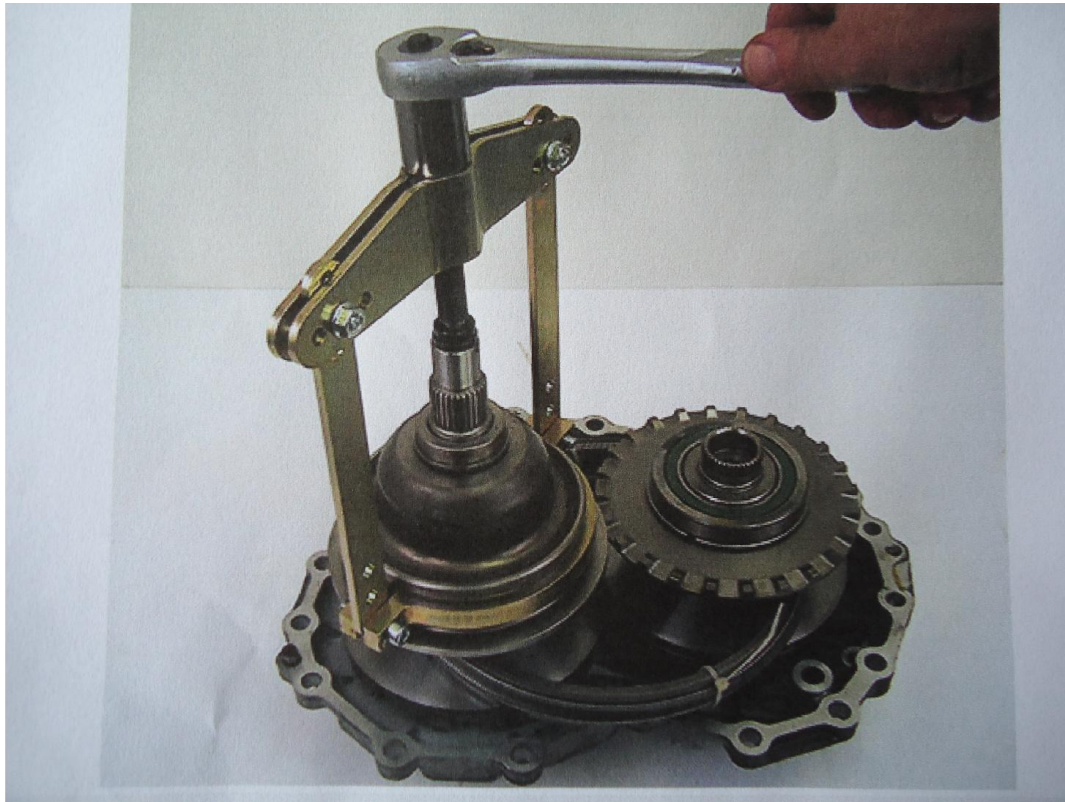

FIGURA 5
3. Uma vez que o anel roscado e o sacador estejam em seus lugares, aperte o parafuso central a fim de aliviar a tensão da mola e permitir a abertura da polia secundária. (figura 5)